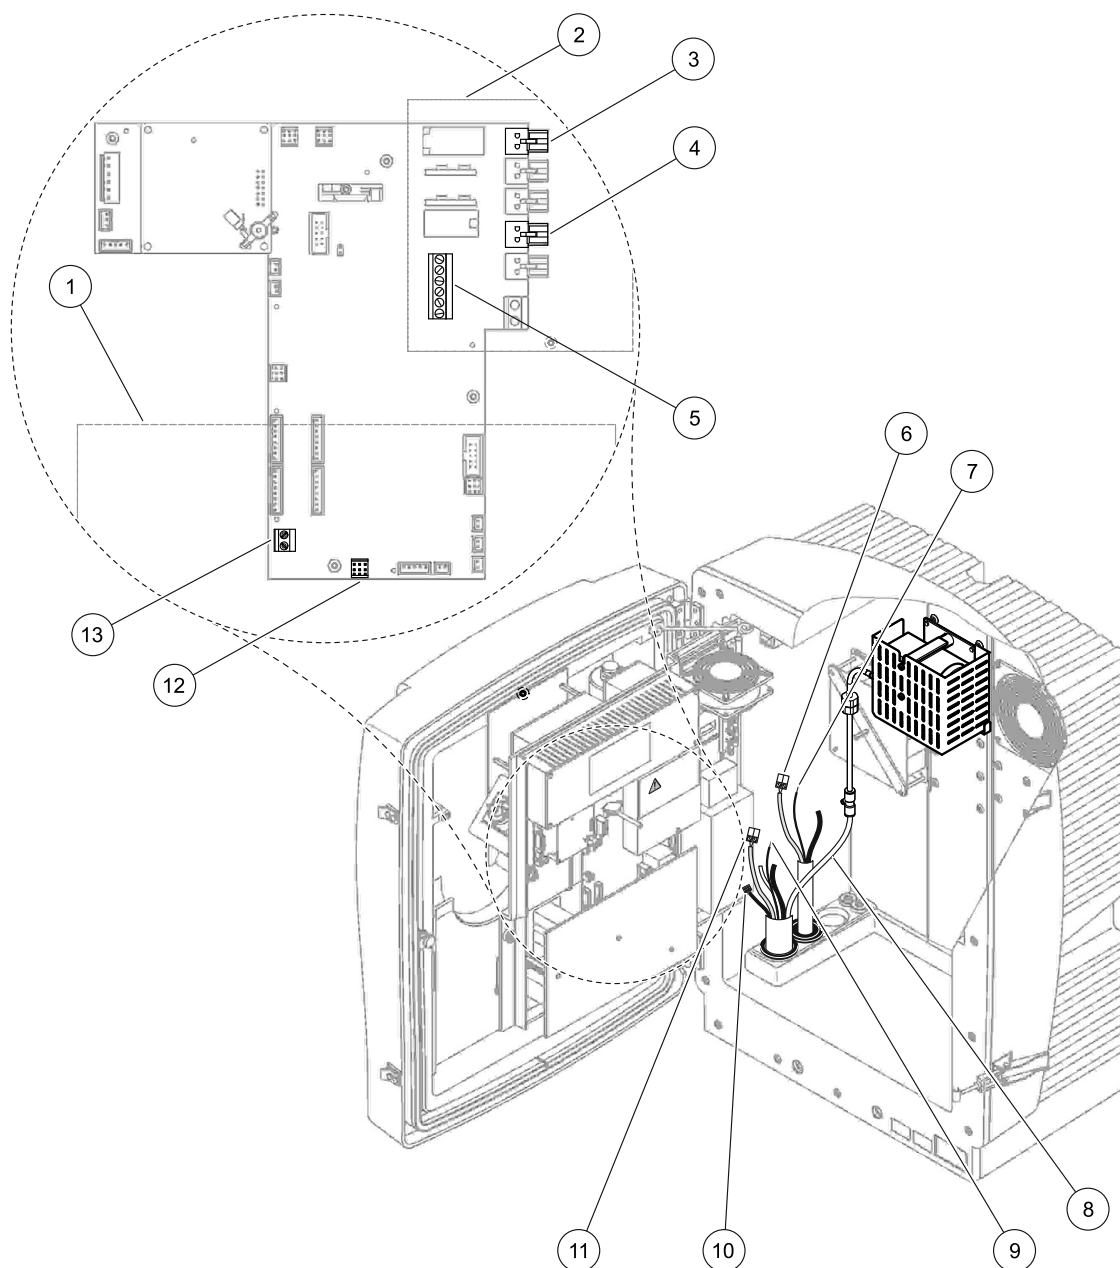

Figure 16 Branchez la sonde filtrante sc et l'évacuation chauffée en option
4. Branchez le fil de terre (jaune/vert) (élément 9, Figure 16 à la page 28) de la sonde filtrante sc sur la borne de masse (élément 5, Figure 16 à la page 28).
5. Branchez le connecteur d'alimentation au raccordement de borne approprié (éléments 4 et 11, Figure 16 à la page 28).
7. Branchez le connecteur de données (élément 10, Figure 16 à la page 28) sur la carte principale (élément 12, Figure 16 à la page 28).
9. Branchez la canalisation d'air blanche (élément 8, Figure 16 à la page 28) de la sonde filtrante sc sur le raccord de canalisation d'air de l'analyseur (Figure 16 à la page 28).
Voir Figure 16 à la page 28 et la procédure ci-dessous pour brancher l'évacuation chauffée.
5. Branchez les câbles de l'évacuation chauffée (élément 6, Figure 16 à la page 28) sur le bornier (élément 3, Figure 16 à la page 28).